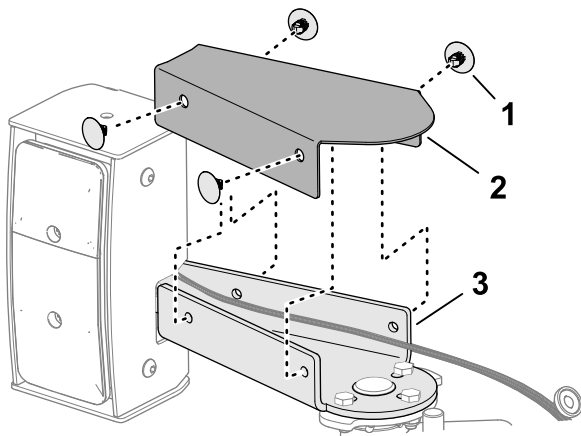

Figure 50
6. Fixez le couvercle du support sur le support du boîtier de feu à l'aide de 4 fixations enclavées (Figure 50).